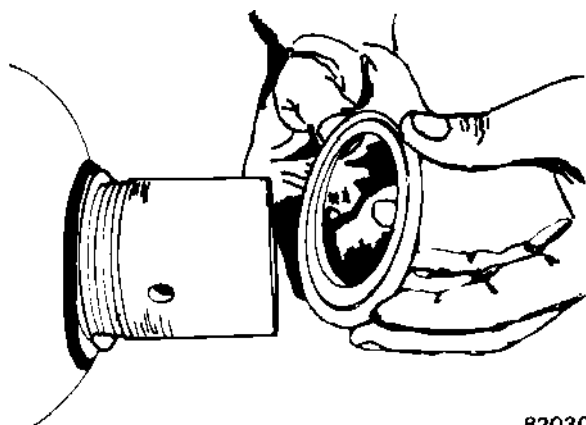

FIGURA 3-15. DESMONTAJE DEL ESPACIADOR
2. Saque la tapa (14). Verifique que el nitrógeno se haya liberado y saque la válvula de carga (11). Saque el tapón de purga (2) del conjunto del puerto hidráulico (1).
3. Use una llave de horquilla para sacar el anillo de fijación (3) del conjunto del puerto hidráulico. Use una llave ajustable en las partes planas del conjunto del puerto hidráulico para evitar que el conjunto del puerto gire.
4. Desmonte el espaciador (4), como se muestra en la Figura 3-15. Luego empuje el conjunto del puerto hidráulico en el casco.